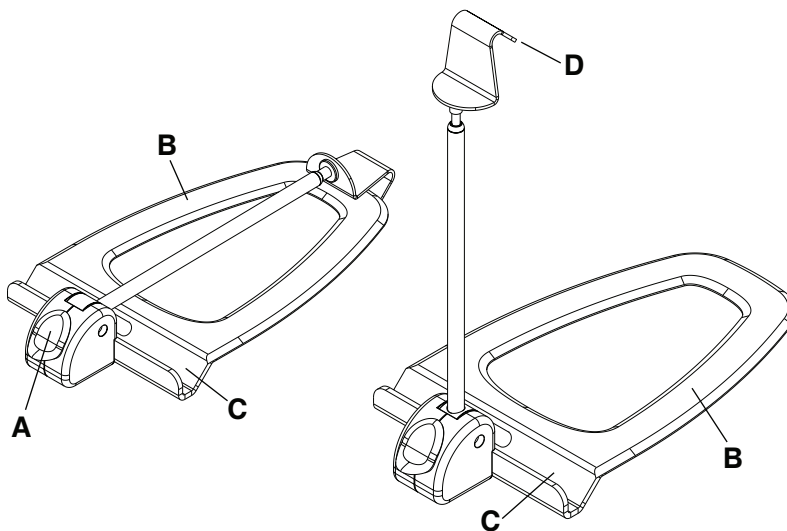

Figura 29 – Suportul lateral al casetei pentru radiografii
2. Apăsați butonul de eliberare galben (A) pentru a deschide suportul lateral al casetei pentru radiografii (Figura 29).
3. Glisați baza plată (B) între saltea și platforma pentru pacient.
5. Introduceți caseta pentru radiografii în locașul pentru casetă (C).
6. Trageți de cârligul pentru casetă (D) pentru a ajusta înălțimea brațului, astfel încât să se potrivească cu caseta pentru radiografii pentru a o fixa în poziție.